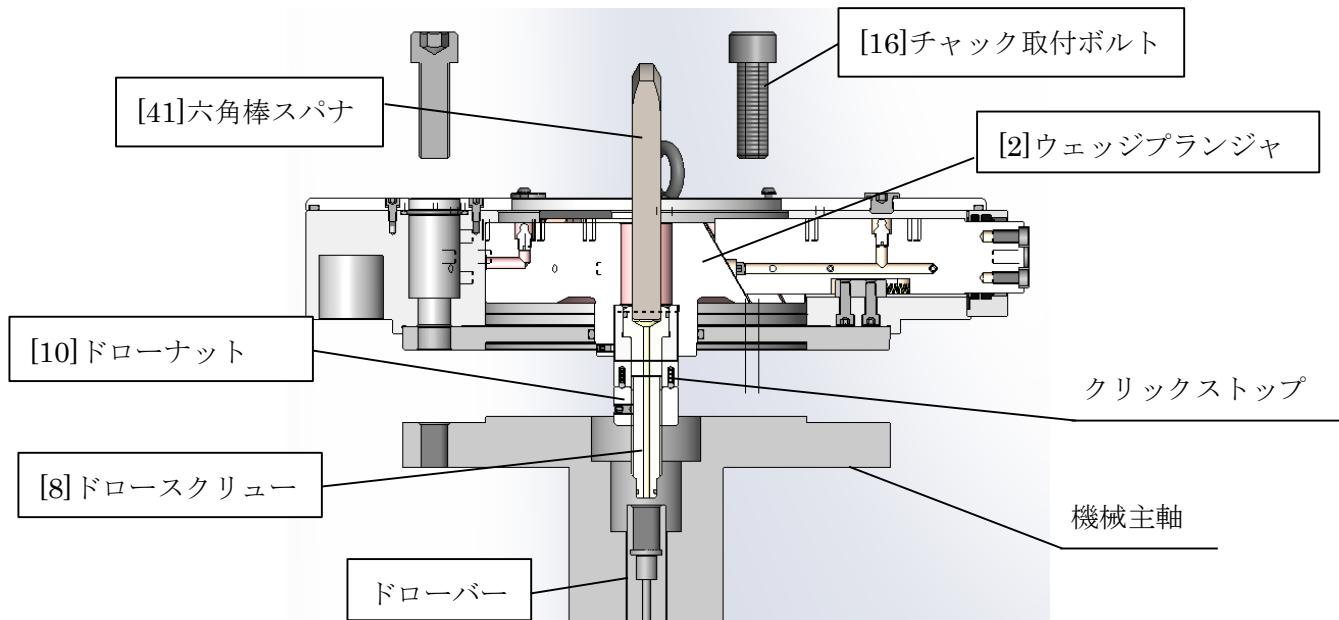

図 16 チャック取付時(断面図)
- ・Oリングが切れないようゆっくり連結してください。ドロースクリュー[8]をねじ込む時、少しずつチャックを下ろしながら作業を行ってください。(図 16 参照)
⑤チャックをスピンドル取付面に合わせて取り付けます。